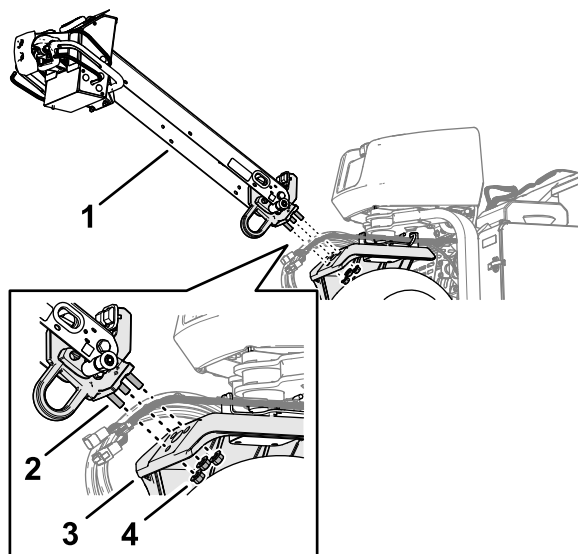

Figura 5
1. Insira as cavilhas na extremidade da barra de ligação nos orifícios do braço de direção (Figura 5).